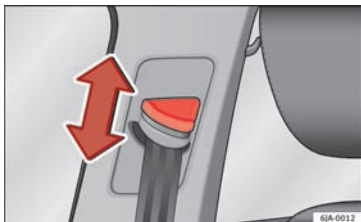

Fig. 81 Placering af selehøjdeindstilling
- Tryk på vendebeslaget i det øverste område, og hold det i denne position » Fig. 81.